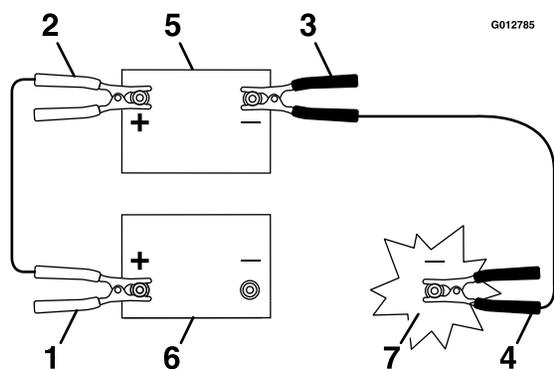

Figura 49
3. Ligue o cabo positivo (+) ao terminal positivo (+) da bateria descarregada que está ligada ao arrancador ou solenóide como se mostra na Figura 49.